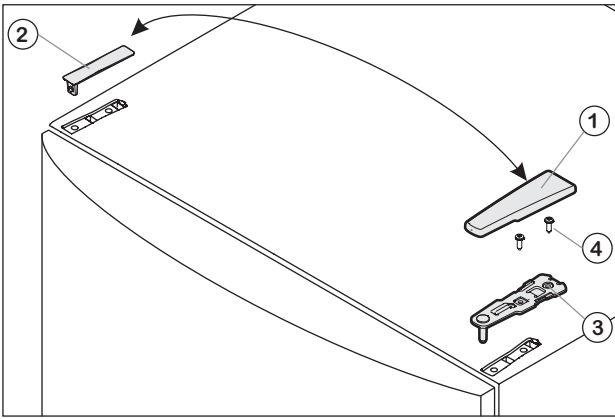

Fig. 1
- Снимите крышки (1) и (2), рис. 1.
- Открутите верхний опорный кронштейн (3), рис. 1 (2 шт. Торх 25) (4), рис. 1 и оттяните вверх.
- Установите верхний опорный кронштейн (3), рис. 1 на новой стороне шарнира и защелкните в дверце.
- Прикрутите верхний опорный кронштейн (2 шт. Торх 25), поз. (4), рис. 1.
- Защелкните крышки (1) и (2), рис. 1 соответственно на противоположной стороне.